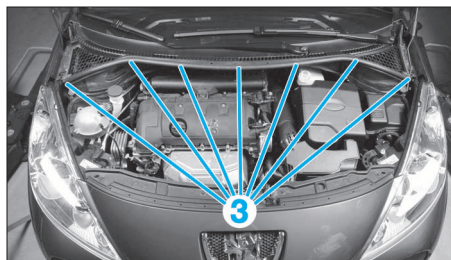

FIG. 14
- Dégrafer la grille d'auvent aux endroits indiqués (3) (Fig.14).